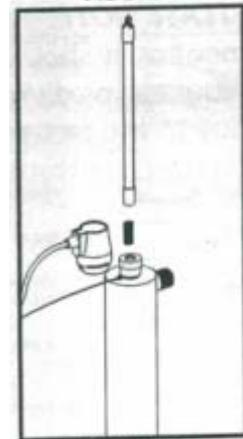

FIGURE 2C
3. Вставьте новую лампу в реакторную камеру (внутри кварцевого слива) (рис. 2C) **Не трогать стекло лампы руками!** Поместите лампу так, чтобы она выступала наружу приблизительно на 5 см из камеры. Присоедините коннектор Safety-loc к УФ лампе. Коннектор закрепляем, поэтому возможна установка только в одном положении. Убедитесь в том, что коннектор плотно закреплен на УФ лампе (рис. 2D).